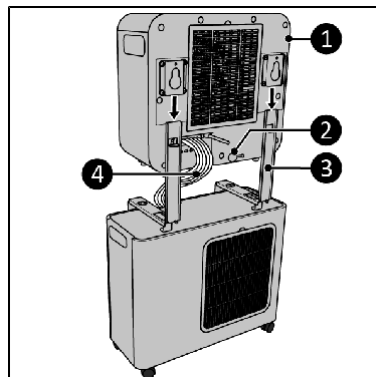

Figura 10
3. A continuación, coloque la unidad interior (figura 10, número 1) sobre los soportes de pared (figura 10, número 3).
4. Pase el tubo de refrigerante (figura 10, número 4) entre la unidad interior y la unidad exterior, asegurándose de respetar un radio de curvatura mínimo de 30 mm.
5. Retire el tapón de cierre de la evacuación de agua (figura 10, número 2).